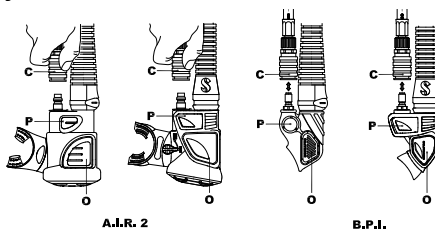

Abb. 6
Anbringen des Schnellanschlusses (Abb. 6-C):
Drücken Sie zum Aufblasen des Tarierjackets auf den Knopf des Powerinflatorventils (Abb. 6-P) Es sollte Luft in das Tarierjacket strömen. Mit kurzen Luftstößen, durch kurzes und wiederholtes Drücken und Loslassen des Powerinflatorknopfs, können Sie beim Aufblasen die Luftmenge besser kontrollieren.
2. Atmen Sie im gleichen Atemzug nun weiter aus, während Sie den Lufterlassknopf tief durchdrücken (Abb. 6-O).